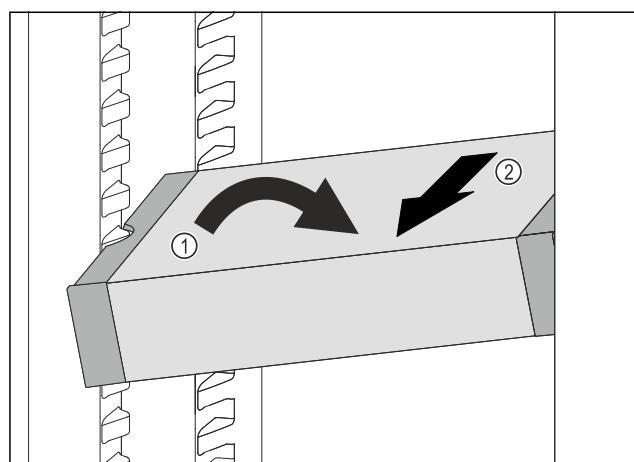

Fig. 69
- Ukosite ladicu VarioSafe u hladnjaku. Fig. 69 (1)
- Izvadite ladicu VarioSafe prema naprijed. Fig. 69 (2)